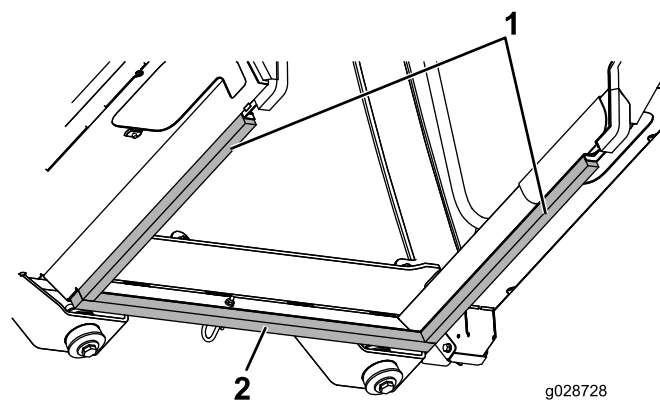

Figura 61
6. Centro da peça de espuma frontal no painel frontal (Figura 61).
7. Pressione a extremidade dianteira das peças de espuma laterais frontais contra a peça de espuma frontal e alinhe as extremidades interiores das peças de espuma com as extremidades interiores dos painéis de vedação da estrutura da cabina (Figura 61).